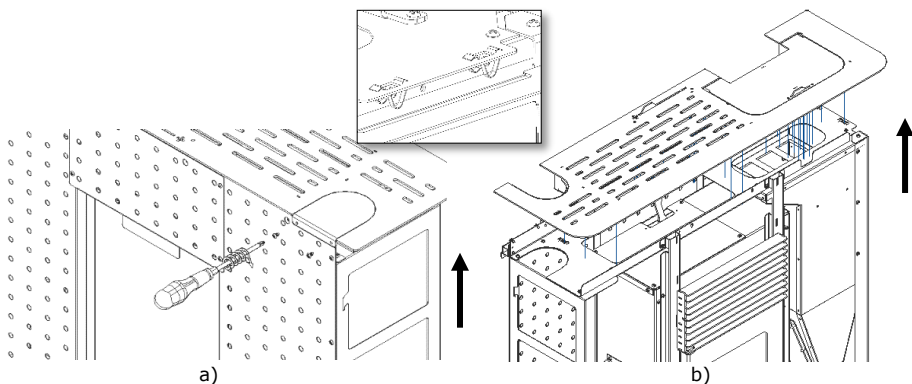

Figura 54 - Remoção tampo superior
a) Retirar o tampo superior do equipamento. Numa 1ª fase deve retirar a tampa pequena que se encontra fixa na parte posterior desapertando os dois parafusos (Figura 54-a). Posteriormente, deve mover o tampo, realizando uma força no sentido indicado, não é preciso nenhuma ferramenta pois o tampo é de encaixe rápido através de molas (Figura 54-b).